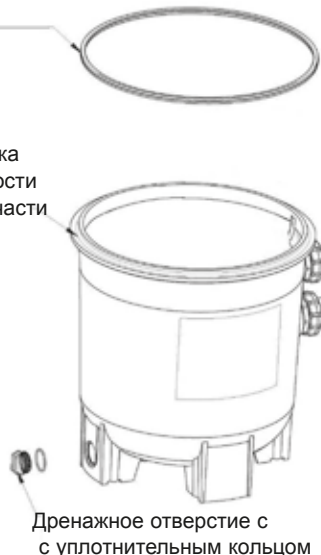
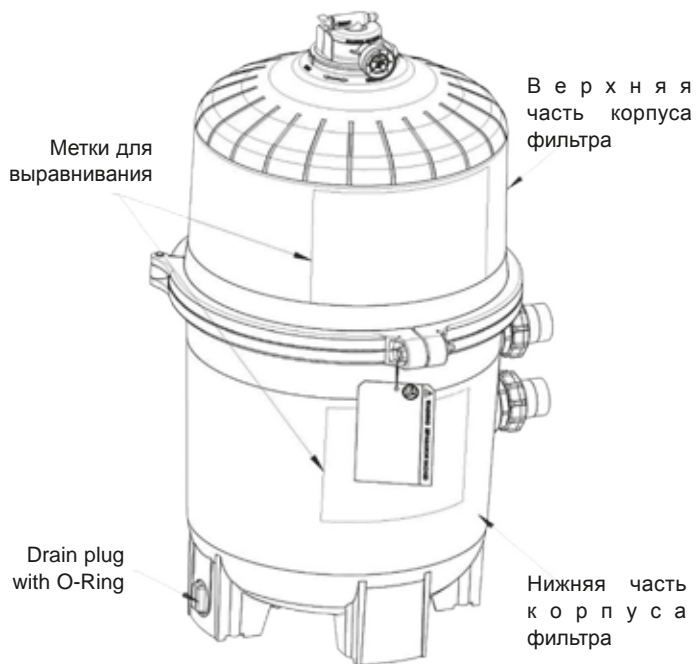

Рис. 4
Рис. 5
2. Закрывать дренаж фильтра. Примечание: Пробка фильтра требует наличия уплотнительного кольца. (См. Рис. 4)
- Снять пробку сливного отверстия фильтра (Рис.4) и спустить воду из фильтра.
2. Чистой ветошью следует протереть поверхность уплотнения нижней части корпуса фильтра (Рис.4). Запрещено использовать растворитель.
1. Разместить металлическую армированную прокладку на нижнюю часть корпуса фильтра (Рис. 4). Разместить верхнюю часть корпуса фильтра на армированную металлическую прокладку Hayward DEX2422Z2 и нижнюю часть корпуса фильтра в положение, которое не препятствует выполнению всех операций таким образом, чтобы были видны все метки и верхняя часть корпуса фильтра была отцентрирована по отношению к нижней части корпуса фильтра. Сильно прижать вниз для установки верхней части корпуса фильтра. (Рис. 5)
2. Установить заглушку фильтра. Концы заглушки фильтра должны установиться в закрепленном положении для безопасности таким образом, чтобы видны были эксплуатационные метки на корпусе фильтра (Рис.5).